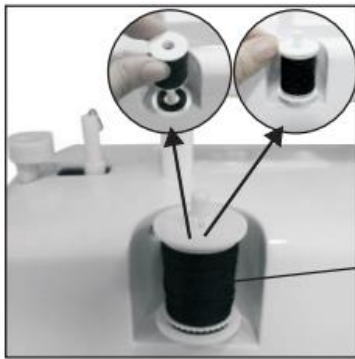

Fig.11
1. Legen Sie die Garnrolle auf den Garnhalter und setzen Sie den Garnrollen-Klemmdeckel auf. (Abbildung 11)